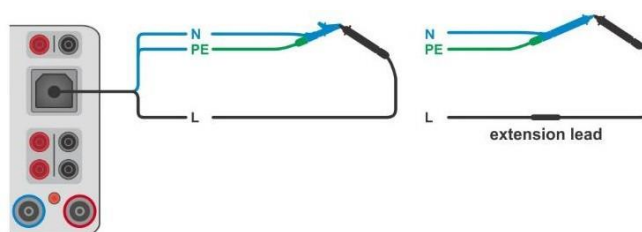

Figura 6.114: Cavi di test cortocircuitati
- Collegare il cavo di prova allo strumento e cortocircuitare tutti i cavi di prova insieme, vedere **Figura 6.114**.